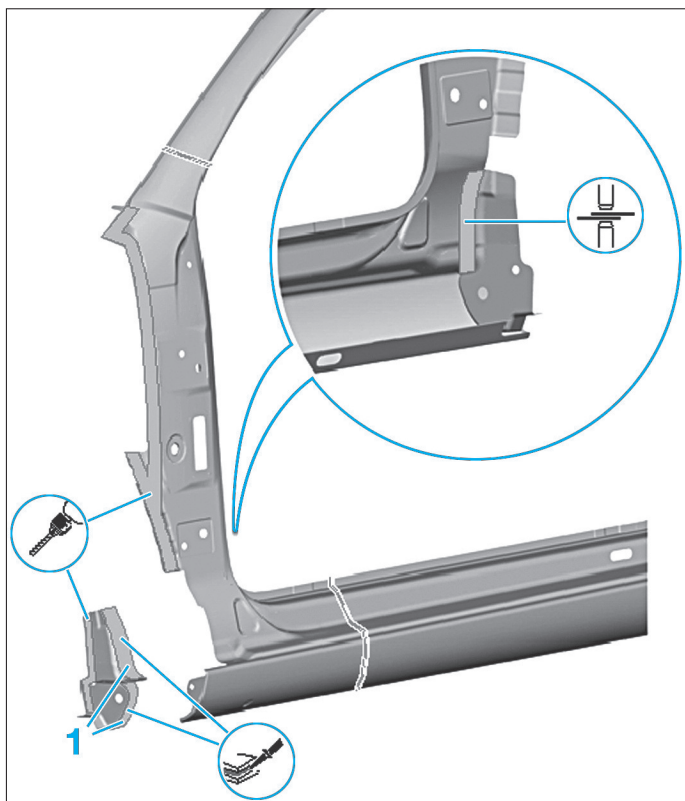

FIG. 43
- Reporter les lignes de coupe sur la pièce neuve et procéder à la découpe (Fig.43).
- Appliquer de la colle bicomposant pour carrosserie sur la tôle de fermeture du bas de caisse dans la zone du montant A (1) en réalisant un cordon de colle de 4 mm de diamètre environ.